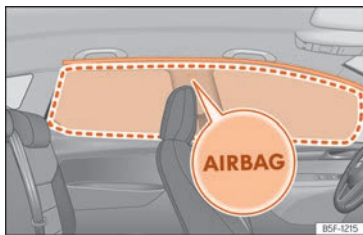

Fig. 31 Ubicación y zona de despliegue del airbag para la cabeza.
Los airbags para la cabeza se encuentran a ambos lados del habitáculo, encima de las puertas >>> **fig. 31** y su ubicación está indicada con la palabra "AIRBAG".
Al dispararse, el airbag para la cabeza ocupa la zona enmarcada (zona de despliegue) >>> **fig. 31**. Por este motivo, nunca se deberán depositar o fijar objetos en esta zona >>> **△**.
- Asegúrese de que los niños viajen sentados correctamente en sus asientos y no sitúen la cabeza en la zona de despliegue de los airbags para la cabeza >>> **fig. 31**, ya que,